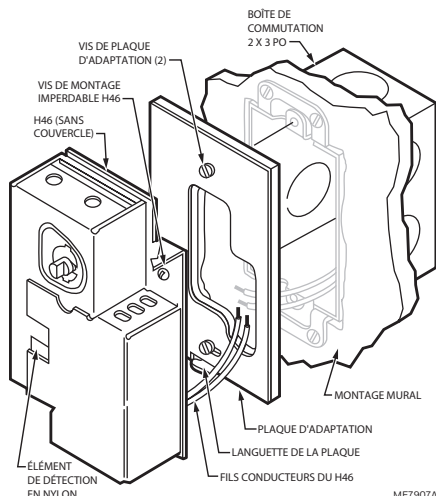

Fig. 1. Montage du H46C sur une boîte de commutation verticale.
4. À l'aide des deux vis fournies, fixer la plaque d'adaptation à la boîte de commutation. (Voir Fig. 1.)